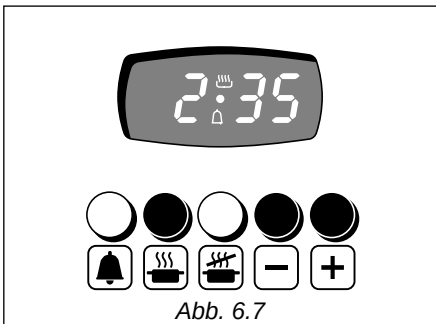

Abb. 6.7
AUTOMATISCHES GAREN IM BACKOFEN (Abb. 6.7 - 6.8)
1. Gardauer durch drücken der Taste  und der Taste  oder  einstellen. (Abb. 6.7). (Taste  erhöhen, Taste  verringern).